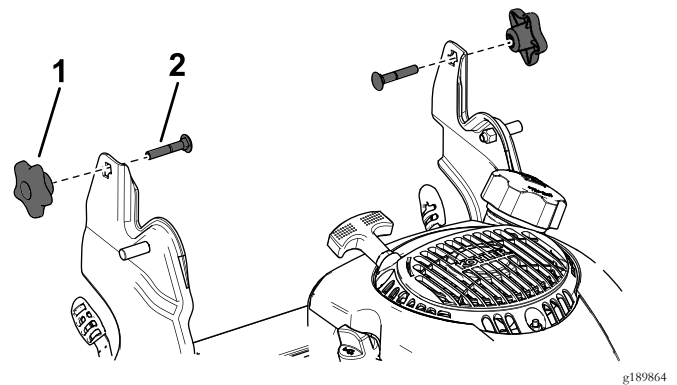

Figura 3
1. Retire y guarde los 2 pernos de cuello cuadrado y los 2 pomos de los soportes del manillar (Figura 3).